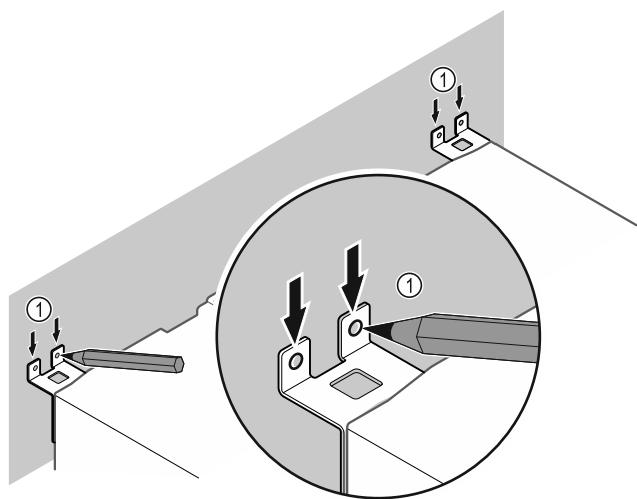

Fig. 13
- Встановити маркування на стіні Fig. 13 (1).